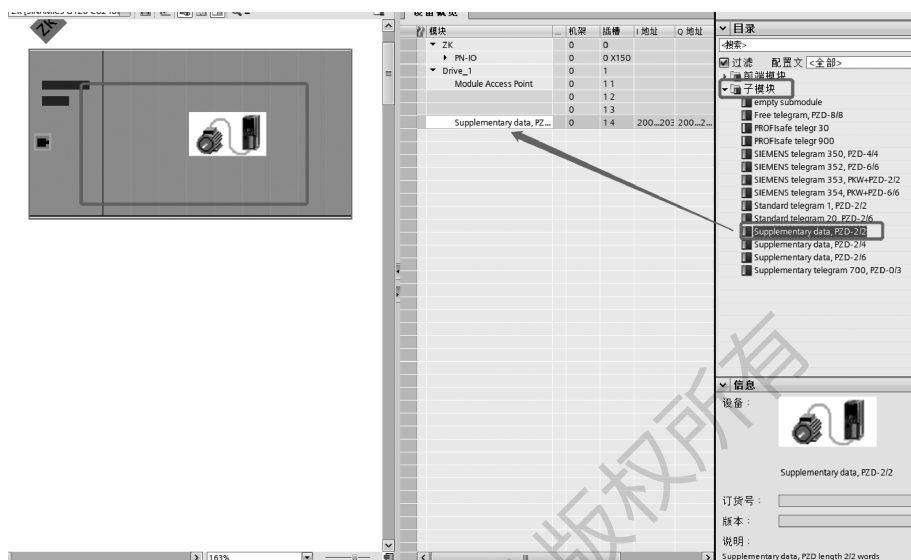

图 1-23 双击图中的“PZD-2/2”
(2) 双击打开添加变频器,如图 1-23 所示,选中 G120,点击“设备视图”→“子模块”→双击图中的“PZD-2/2”。